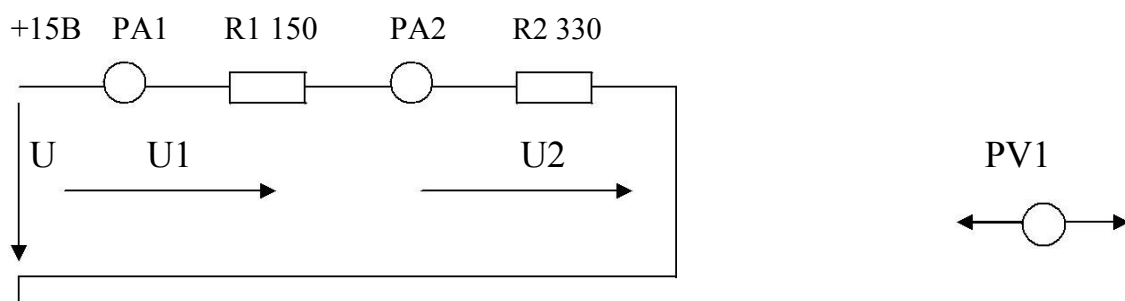

Рис.1
- 2.1. Ознакомится с лабораторной установкой (источник питания, функциональный генератор, измеритель мощности, мультиметр, цифровые амперметры РА1...РА4, наборное поле и минимодули резисторов). Собрать линейную электрическую цепь с последовательным соединением резисторов (рис.1) В качестве амперметров использовать цифровые приборы, тумблер «= $I/\sim I$ » установить в положение «= I », в качестве вольтметра использовать